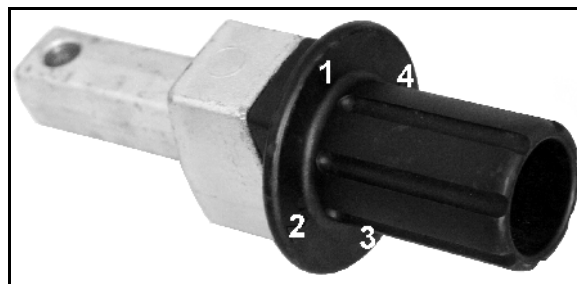

Рис. 42
Точная регулировка производится поворотом эксцентрикового пальца (Рис. 42) из позиции 1 в позицию 4.
4. Поверните эксцентриковый палец (Рис. 42).